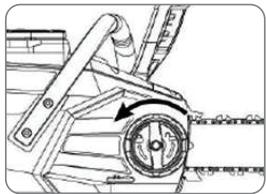

Abb. 6
2. Lösen Sie den Verriegelungsknopf der Führungsplatte gegen den Uhrzeigersinn und öffnen Sie die Seitenabdeckung (siehe Abb. 6).